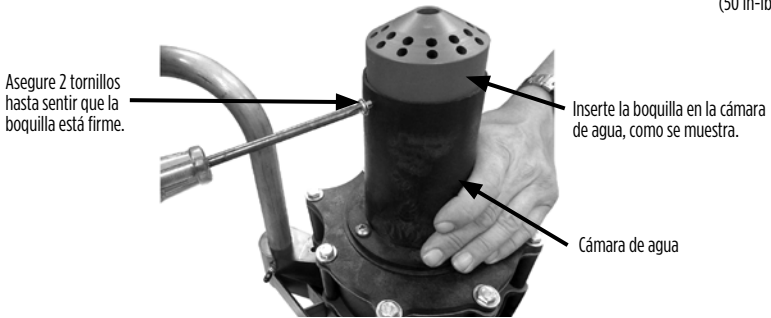

Figura 10
- Elija la boquilla con el estilo de fuente que desee e instálela dentro de la cámara de agua (Figura 10).
Paso 6 Inspeccione, limpie y retire los residuos acumulados en el **cabezal de la bomba centrífuga** (Figura 10).